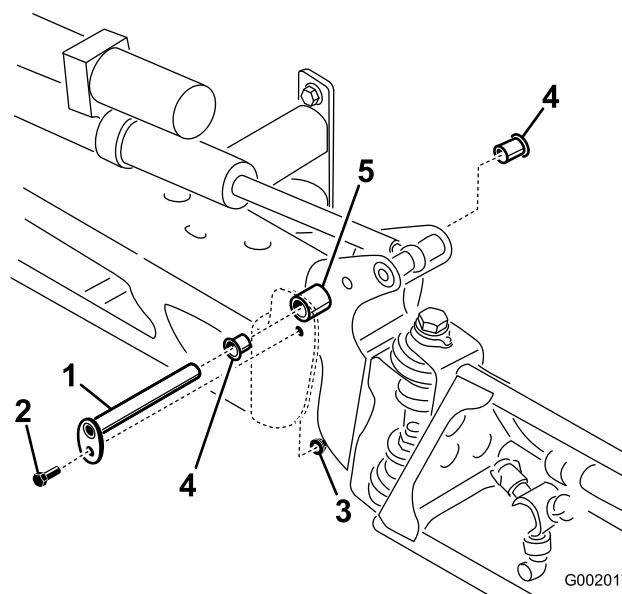

Figura 73
5. Retire e inspeccione as buchas de nylon dos lados dianteiro e traseiro do suporte de articulação (Figura 73). Substitua todas as buchas danificadas.
7. Monte a rampa e o apoio da articulação no chassis alinhando as aberturas (Figura 73).
3. Com o peso da rampa suportado, retire o parafuso e a porca que seguram o pino de articulação à rampa (Figura 73). Retire o pino de articulação.